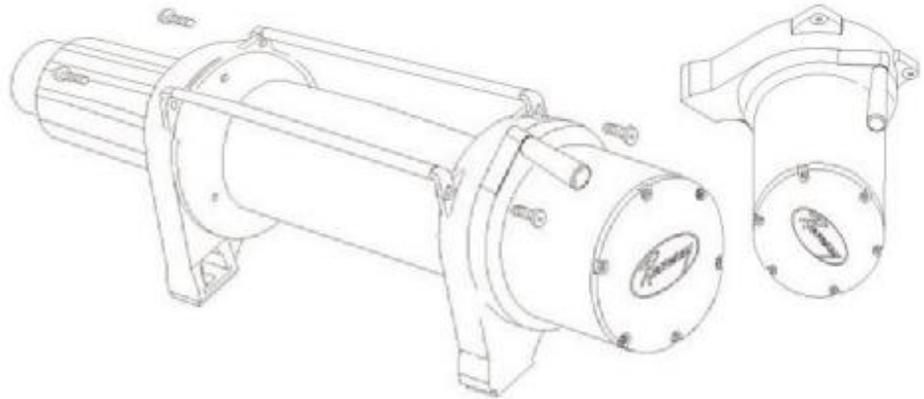

FIGURA 4
1. Posicione o guincho como demonstrado na Figura 4. Remova os parafusos das barras trava. Você pode somente afrouxar os parafusos na extremidade do motor sem ter a necessidade de retirá-los. Puxe a Caixa de Engrenagens do tambor e eixo e coloque-a na bancada com a tampa da Caixa de Engrenagens para cima. Remova a bucha do tambor da Caixa de Engrenagens ou da extremidade do tambor. Deixe-a de lado.
2. Remova os (6) parafusos da tampa da Caixa de Engrenagens. Segure a Tampa da Caixa de Engrenagens e vire o conjunto com a tampa para baixo.